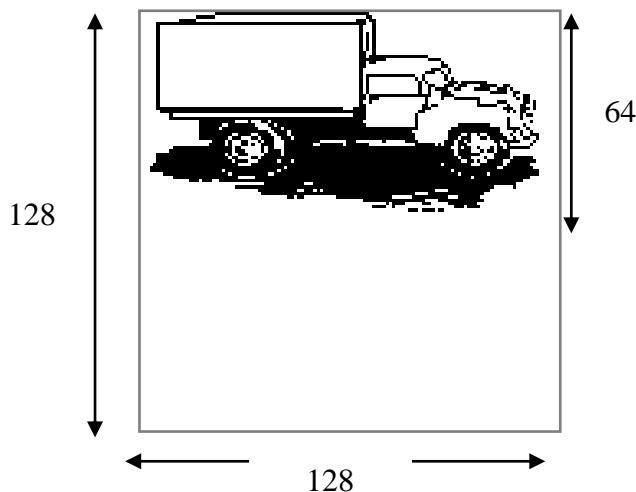

Figura 13.41 Dimensiones de la imagen (en pixeles)
**Nota:**◆En mikroC 3.2 no se ha implementado la opción para el tamaño de pantalla 128x64, así que para superar este pequeño problema lo que se debe hacer es crear imágenes de 128x128 pixeles en Paint, y hacer los dibujos únicamente en la mitad superior (128x64 pixeles) (Ver la figura 13.41). Realizar la conversión de la imagen 128x128 con la herramienta *GLCD Bitmap Editor*, copiar el código generado, pegarlo en el editor de mikroC y eliminar manualmente los últimos 1024 bytes del arreglo que se obtiene (el arreglo resultante de la conversión de una imagen 128x128 tiene un tamaño de 2048 bytes).